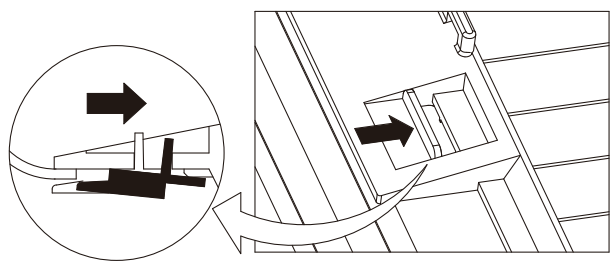

図4
- フィルターをつまみを図4のようにスライドし、フィルターを取外してください。